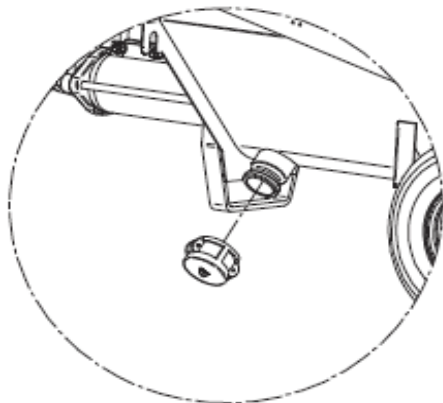

FIG.11
-Togliere il tappo posto sotto la tramoggia (fig.11) e con dell'acqua pulire accuratamente la macchina partendo dallo schiaccia-sacchi se installato.
Nel caso in cui si preveda vi sia la pur minima possibilità di gelo, aprire il tappo della tramoggia, sganciare le tubazioni e far scaricare completamente l'acqua (fig.11).